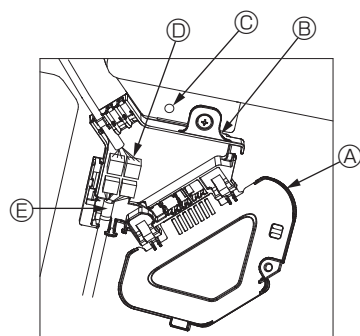

Fig. 10-8
- Надежно подключите переходное соединительное устройство мотора дефлектора и соединитель провода мотора дефлектора панели в коннекторной коробке. (Fig. 10-8)